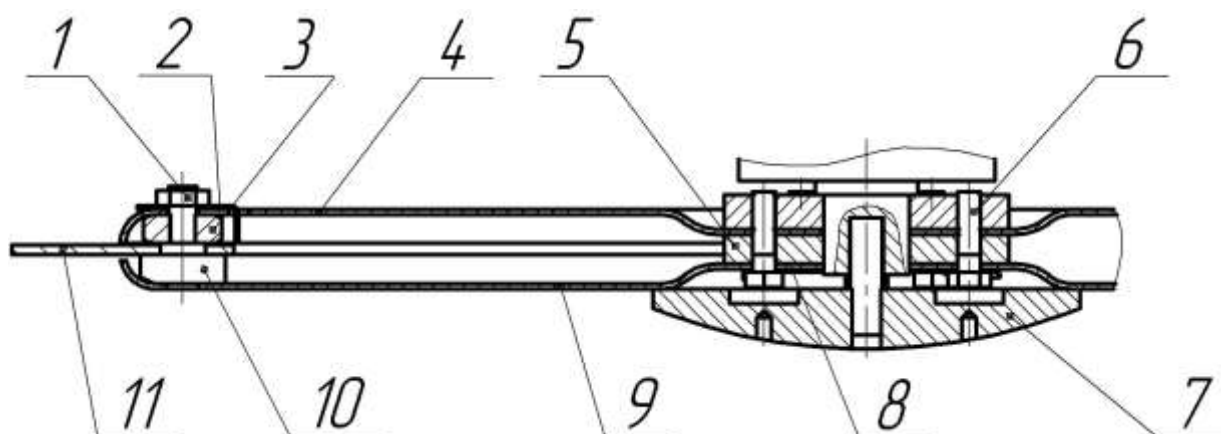

Рисунок 2 – Схема крепления режущих элементов
5.4 Для переустановки или замены ножей 11 (рисунок 2) необходимо демонтировать опору 7 с помощью ключа из комплекта инструмента и принадлежностей, расстопорить шайбы 2, отвернуть гайки 1, расстопорить пластины 8, вывернуть болты 6, снять диск нижний 9, отвернуть гайки 3. Переустановить или заменить ножи 11. Поверхности трения смазать смазкой ЦИАТИМ-201 ГОСТ 6267-74. Сборку выполнить в обратной последовательно-